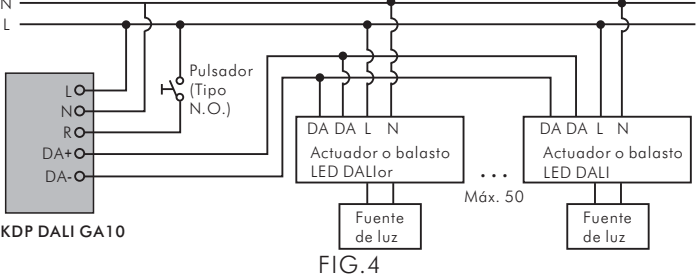
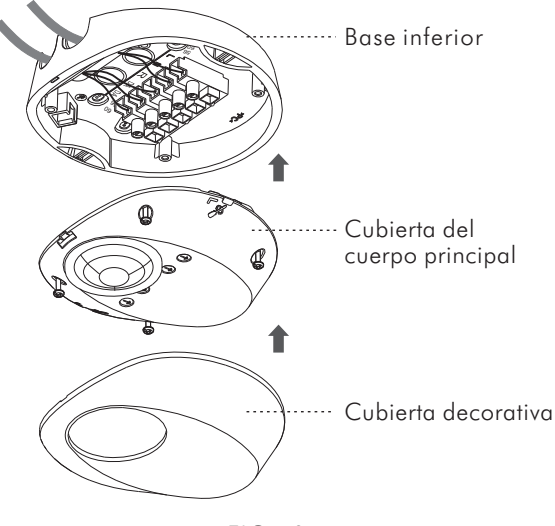

FIG.4
FIG.10
3.4.1.6 Refiérase a los diagramas de cableado (Ver FIG.4) para conocer las conexiones de cable correctas y refiérase a FIG.10 para ensamblar el detector con la base inferior.
3.4.2.4 Refiérase a los diagramas de cableado (Ver FIG.4) para conocer las conexiones de cable correctas y refiérase a FIG.10 para ensamblar el detector con la base inferior.